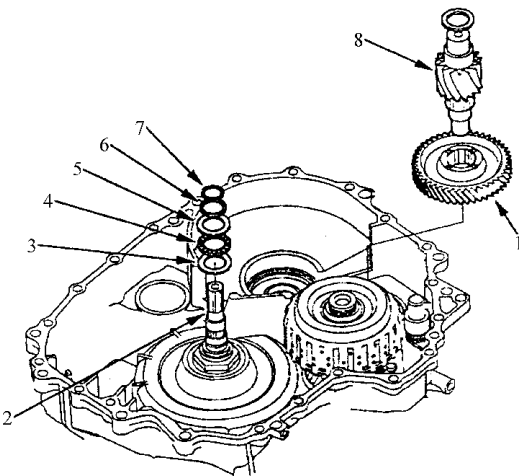

图 5-138 安装中间轴从动齿轮
43) 如图 5-138 所示, 将中间轴从动齿轮安装在变速器壳体上, 将其与中间轴主动齿轮对齐, 然后, 穿过第二轴从动齿轮, 将主减速器半轴安装到变速器壳体上。